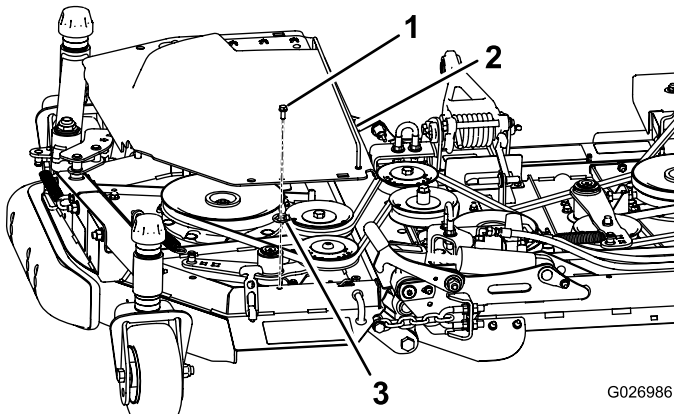

Figura 13
5. Instale un perno y una tuerca rápida en la cubierta de plástico izquierda (Figura 13).